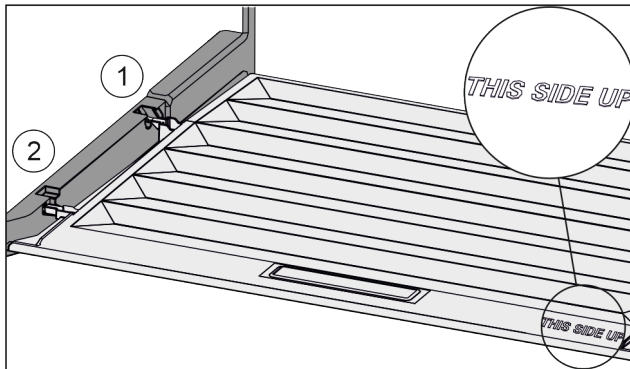

Fig. 46
- ▶ Vie kannen korokeosa takimmaisessa kiinnittimessä Fig. 46 (1) olevan aukon kautta sisään ja kiinnitä se edessä kiinnittimeen Fig. 46 (2).